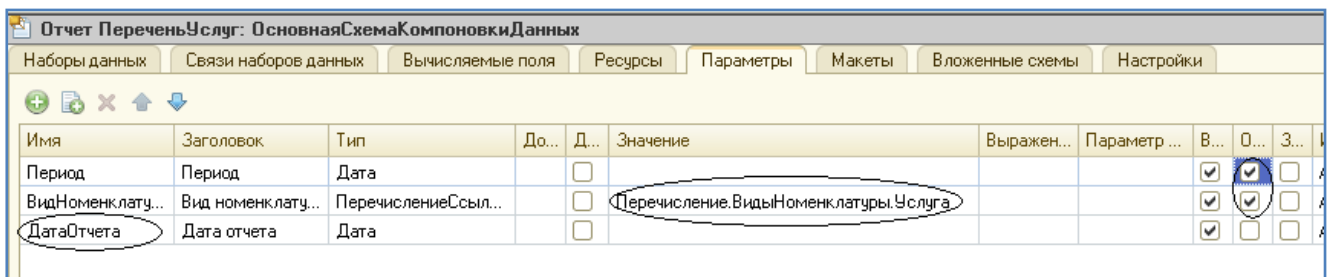

Рис. 61. Конструктор запроса
11. Закладка Параметры. Добавить настройки согласно рис. 61.